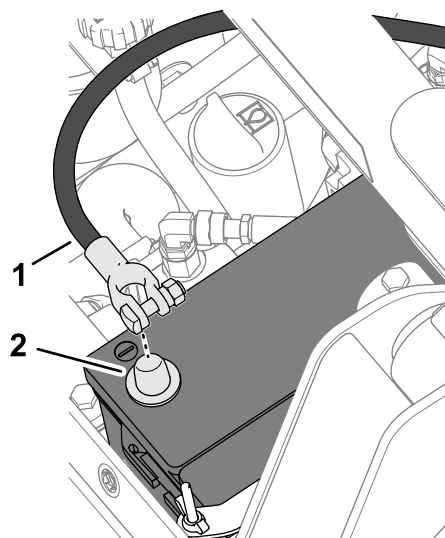

Figura 33
1. Instale el cable negativo de la batería en el borne (Figura 33) y apriete el perno en T y la tuerca.